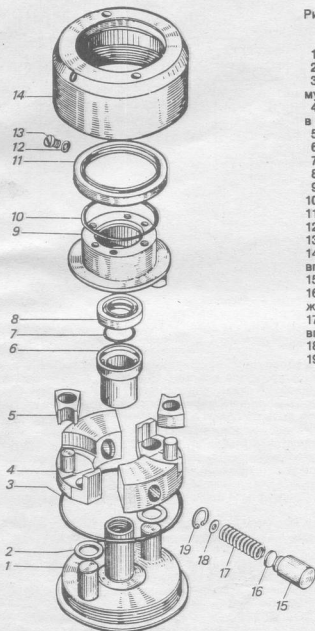

Рис. 4. Муфта опережения впрыска топлива:
20. Установить на оси ведомой полумуфты шайбы 2 (рис. 4) и грузы 4 муфты в сборе. Грузы устанавливать одной группой (по статическому моменту). Грузы должны свободно вращаться на своих осях. Заедания и местные прихватывания не допускаются.